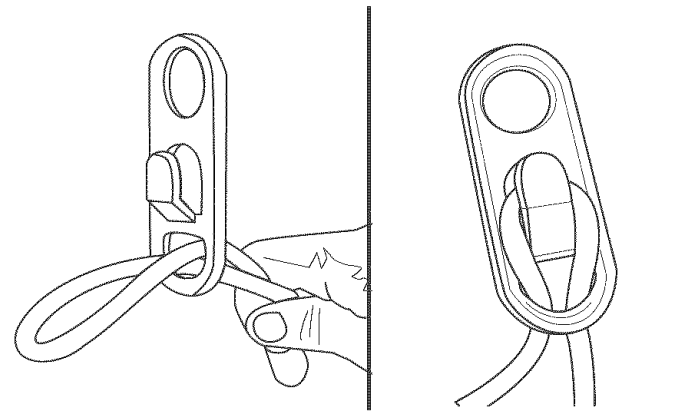

Fig. 2
2. Poussez la boucle dans le trou inférieur dans l'arrêt (Fig. 2).
3. Faites glisser la boucle par-dessus l'étrier et tirez vers le bas jusqu'à ce que le cordon soit bien rentré (Fig. 2)